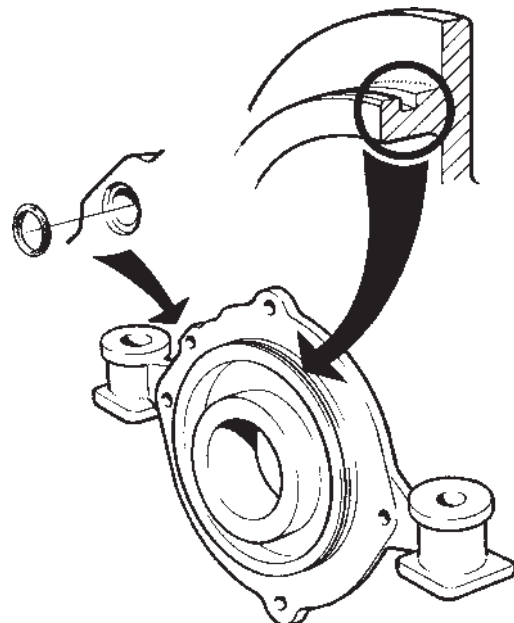

Fig. 35. Tätning vevhus och lagerlock.
8. Rengör lagerhuset samt montera nya tätningsskruvar i lagerhusets spår, se fig. 35.